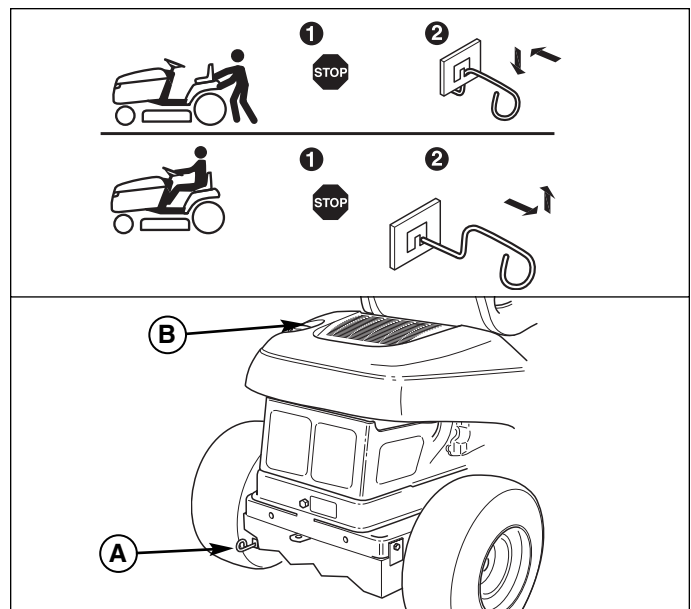

Abb. 6. Getriebeausrückhebel
2. Die Getriebeausrückung (A, Abb. 6) nach innen und unten drücken, um sie in der ausgerückten Position festzustellen.